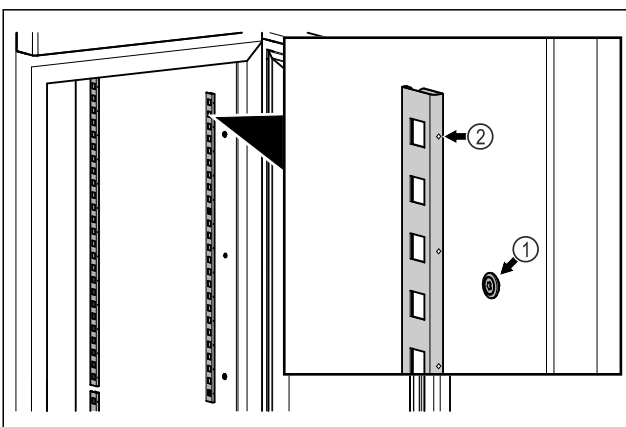

Fig. 83 Beispielhafte Darstellung
► Rastenleisten in Aufhängung Fig. 83 (1) einhängen. Markierung Fig. 83 (2) muss nach vorne zeigen.